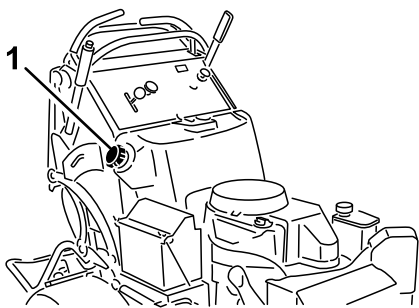

Figura 46
3. Limpe a zona em redor da tampa do depósito de combustível para impedir a entrada de detritos no depósito de combustível (Figura 46).
6. Utilizando uma bomba sifão, drene o combustível para uma lata de combustível limpa (Figura 46).